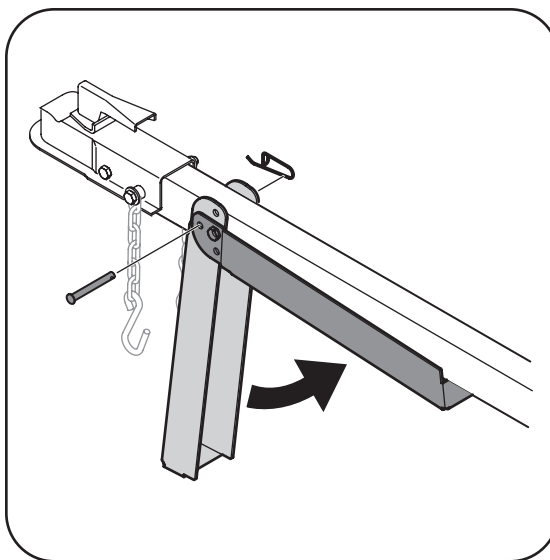

Figura 4-4
3. Sostenga la lengüeta y gire el gato hacia arriba contra la lengüeta. Vea la Figura 4-4.
4. Fije con la abrazadera de resorte y la chaveta de horquilla retiradas previamente. Vea la Figura 4-4.